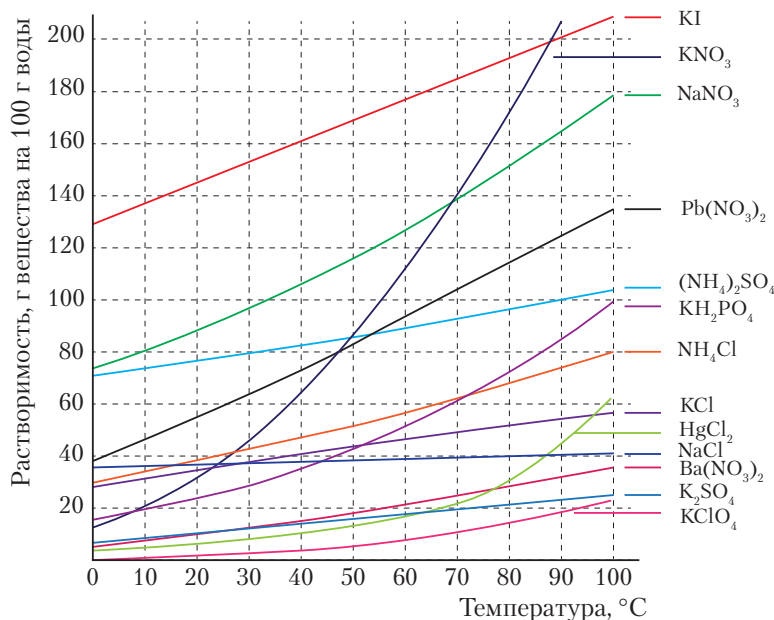

Рис. 51. Зависимость растворимости твёрдых веществ от температуры
Растворимость *твёрдых* и *жидких* веществ зависит от их природы и температуры раствора. С увеличением температуры растворимость большинства твёрдых веществ и жидкостей заметно возрастает (рис. 51). При охлаждении, соответственно, растворимость уменьшается и часть вещества выпадает в виде осадка — кристаллизуется.
4. Даны соединения: хлороводород, нитрат калия, хлорид калия, хлорид натрия, оксид серы(IV), аммиак. С помощью кривых растворимости (рис. 51), а также знаний о растворимости газов определите вещества, растворимость которых в воде при повышении температуры: а) возрастает; б) практически неизменна; в) уменьшается.
6. По кривым растворимости (рис. 51) найдите растворимость солей: нитрата натрия, хлорида аммония и хлорида натрия при 20 °C, 50 °C, 70 °C.